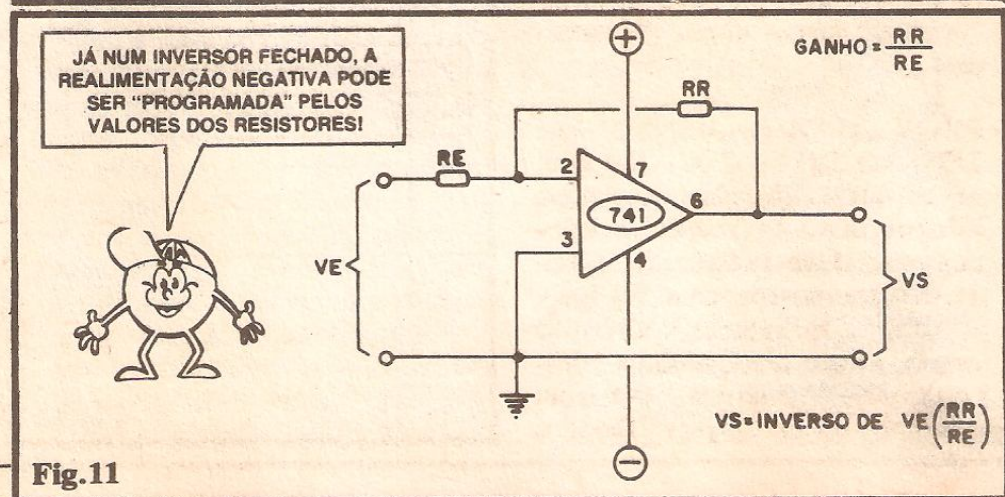

Fig.11
**- FIG. 11 - AMPLIFICADOR INVERSOR "FECHADO" (COM GANHO CONTROLADO)** - Essa
Nesse caso, +0,05V (cinco centivolts positivos) aplicados como VE resultarão numa VS de +5V (“mais” cinco volts), ou -0,035V (trinta e cinco milivolts negativos) aplicados à Entrada (pino 3) farão com que VS vá a -3,5V (três e meio volts negativos), e assim por diante... De novo lembramos que a máxima excursão da Tensão VS é automaticamente limitada pela própria Tensão geral da alimentação (na verdade em parâmetros 1 ou 2 volts “anteriores” às linhas de alimentação...). Além da condição “não inversora”, essa configuração guarda algumas diferenças definidas com relação ao arranjo mostrado na fig. 11: a impedância de Entrada, como não mais depende de eventuais resistores intercalados (o sinal pode ser aplicado diretamente ao pino 3 do 741) é elevadíssima (toda a natural do 741...), mas, agora, a impedância de Saída é influenciada pelo valor série de  $R_A$  mais  $R_B$
(que, eletricamente, estão “paralelados” com a dita Saída...). Assim, não se recomenda usar valores muito baixos para RA/RB, de modo a não “carregar” a centena de ohms que naturalmente o 741 “mostra” para o desenvolvimento da Tensão de Saída VS. O arranjo mostra também boa precisão e sua utilização prática é ampla, em inúmeros circuitos (principalmente naqueles onde a impedância de Entrada do bloco formado pelo 741 deva ser a mais alta possível, caso que nem sempre ocorre com o arranjo inversor, da fig. 11...).
- FIG. 14 - ARRANJOS COM GANHO AJUSTÁVEL - Nas figs. 11 e 12, respectivamente, mostramos as configurações básicas de amplificadores inversores e não inversores "fechados", cujos ganhos podem ser parametrizados ou programados através de valores calculados para conjuntos de resistores aplicados na rede de realimentação negativa... E se, além de "programável", quisermos que o ganho seja também "ajustável"...? Nada mais fácil! Basta lembrar que existem "coisinhas" chamadas resistores variáveis ou resistores ajustáveis, mais conhecidos por POTENCIÔMETROS e TRIM-POTS... Assim, conforme mostram os diagramas 14-A e 14-B, basta incluir, nas tais redes resistivas de realimentação, trim-pots ou potenciômetros, conjuntamente com resistores fixos (valores cuidadosamente calculados, com as dadas fórmulas, de modo a estabelecer "máximos" e "mínimos" definidos